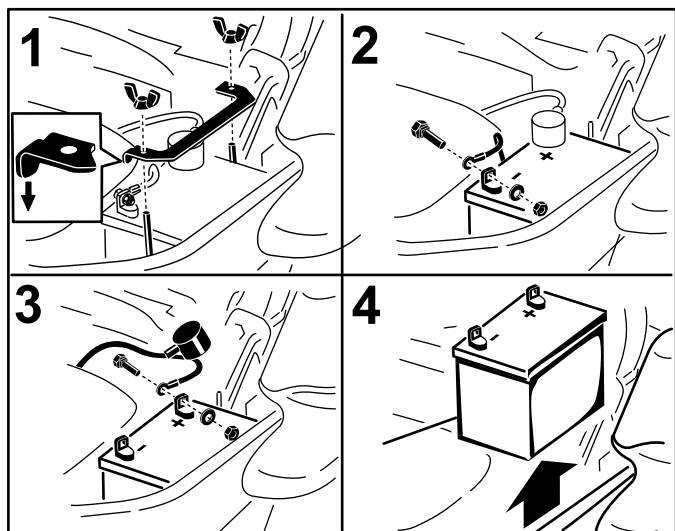

図 48
取り外す図 48。
せる図 48。
を外す図 48。
6. クランプを外す図 48。
1. バッテリーをトレイの上に置く端子が油圧オイルタンクと反対側を向くように置く図 48。
4. 両方のケーブルをボルトとロックナット2組を使って固定する図 48。
6. クランプを取り付け、蝶ナットで固定する図 48。